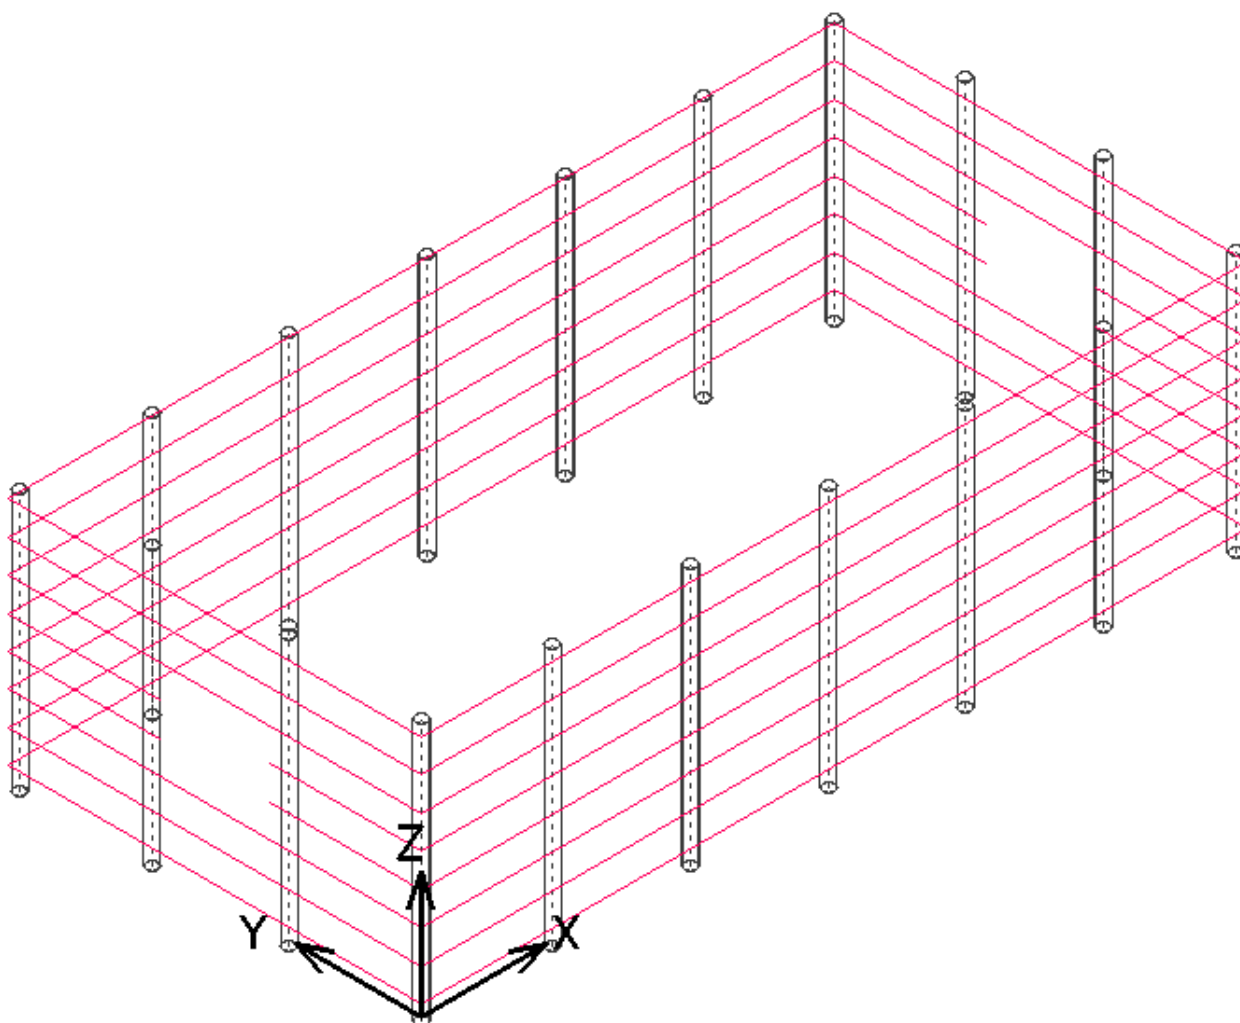
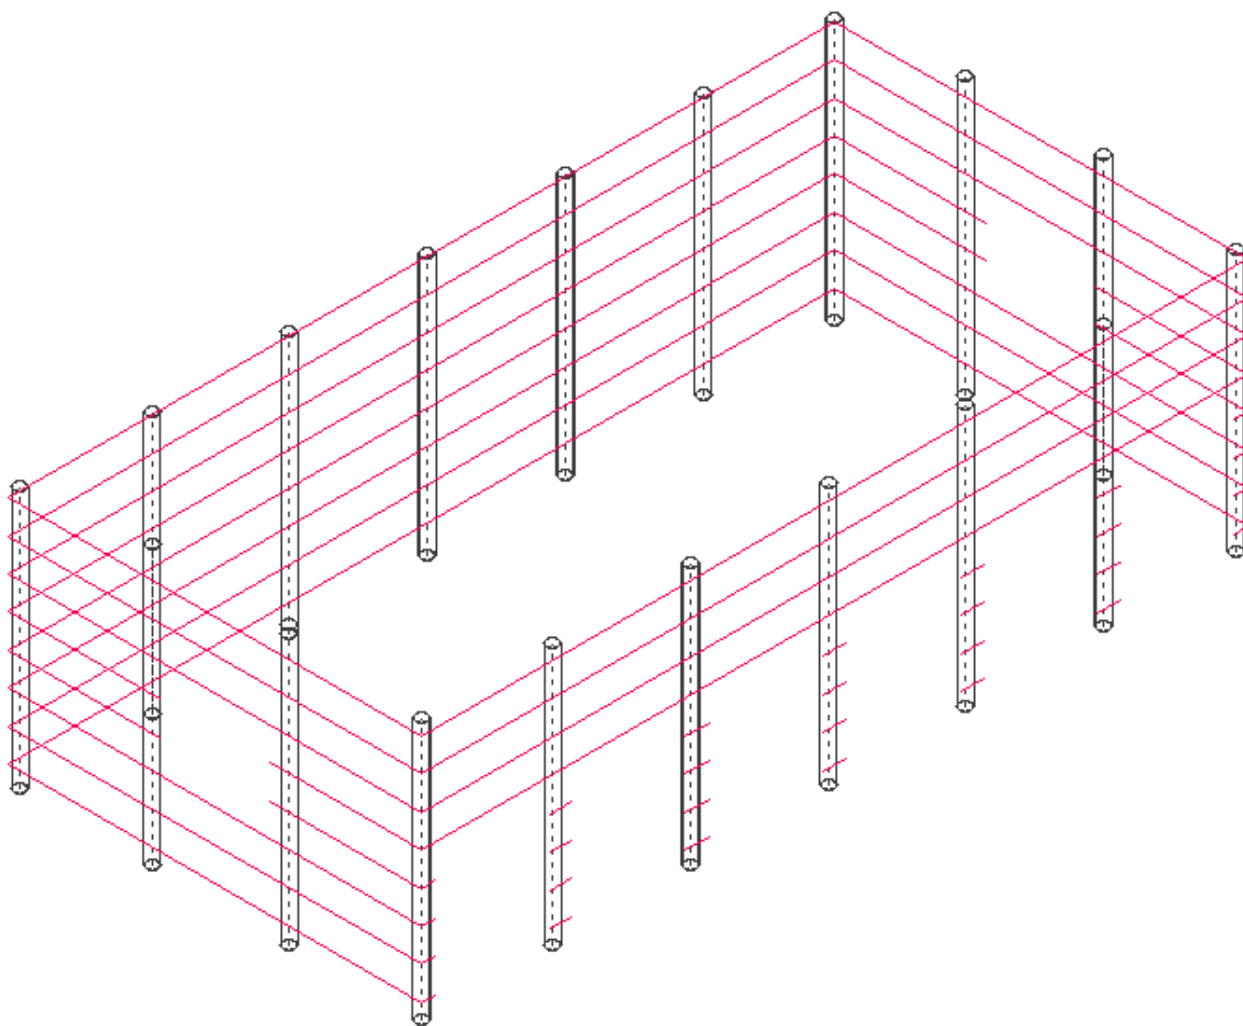

Рисунок 80
Рисунок 83
- Результат отсечения представлен на Рисунок 80.
Чтобы вернуть линии задней стенки на предыдущий слой, надо сначала отобразить ранее скрытый слой (2-й), и при помощи *Изменение формы к активным атрибутам* (Рисунок 80) поменять слой элементов. Результат представлен на Рисунок 83.